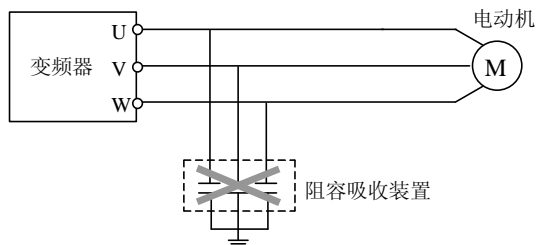

图 4-1 输出端禁止连接阻容吸收装置或电磁接触器
- (1) 配线时，线径规格之选定请依照电工法规定实施配线，必须由合格的专业技术人员进行配线操作。
- (2) 接线前，请务必关闭电源，确保已完全切断电源 10 分钟以上，否则有触电危险。
- (3) 变频器内部的电子元件对静电特别敏感，因此不可将异物置入变频器内部或触及主电路板。
- (4) 绝对禁止将电源线接到变频器的输出端子 U、V、W 上。
- (5) 变频器和电动机必须安全接地。
- (6) 确保变频器与供电电源之间连接有中间断路器，以免变频器故障时事故扩大。
- (7) 变频器 U、V、W 输出端不可加装吸收电容或其它阻容吸收装置，如图 4-1 所示。